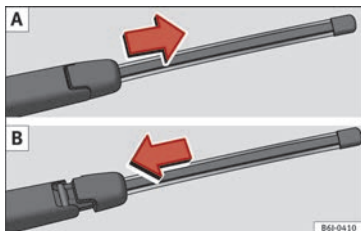

Fig. 73 Extraer y colocar la escobilla del limpiaventa.
- » **fig. 73 A.**
- » **fig. 73 B** y deslice el adaptador hasta que encastre.